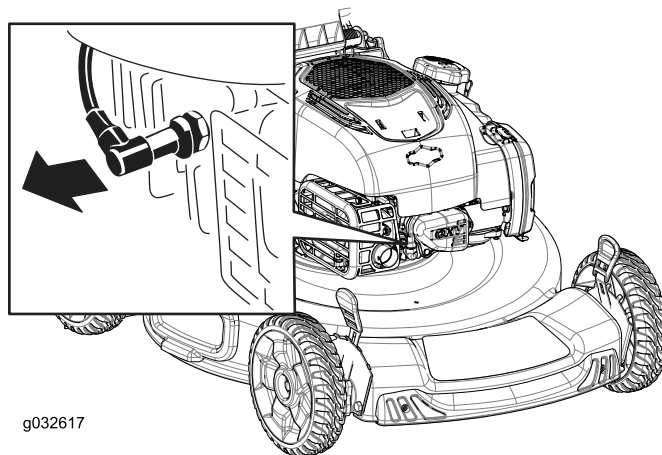

Bild 25
2. Ziehen Sie den Kerzenstecker von der Zündkerze ab (Bild 25).